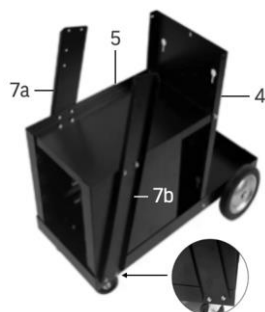

fig. 3
8. Fixez en place avec le support gauche (n° 7a) et le support droit (n° 7b) à l'aide des boulons, rondelles et écrous M6 x 12 fournis (fig. 3).